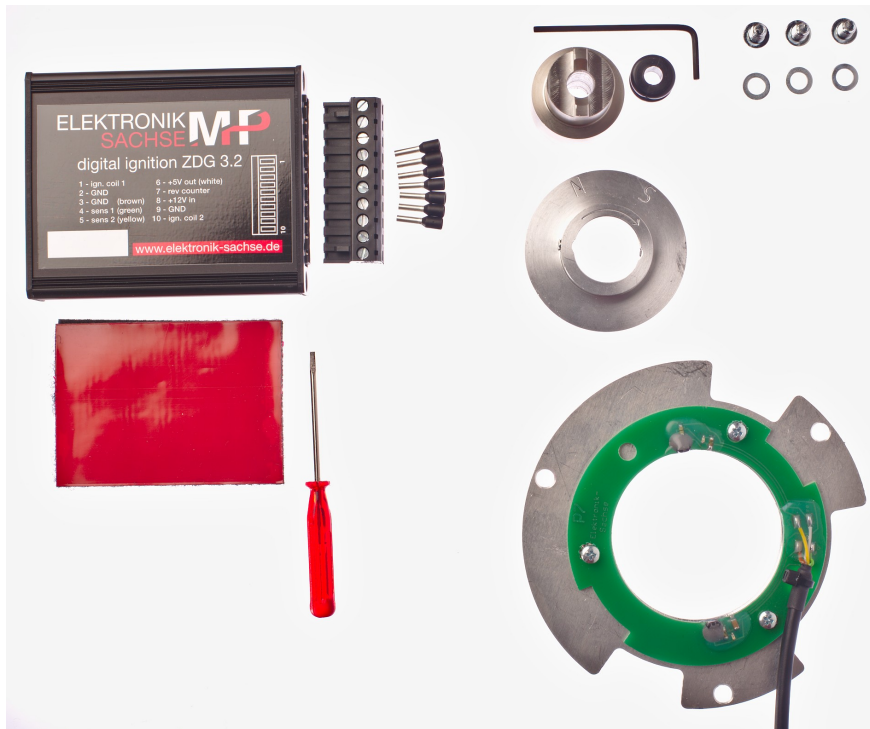

Abbildung 1 Lieferumfang
Abbildung 1 zeigt was im Paket mitgeliefert werden sollte. Zu beachten ist, daß die Abbildung eventuell nicht die aktuellste Version des Produktes zeigt. Beizeiten ändern wir die Produkte ab, so daß die Teile anders aussehen können, ein Teil fehlt oder eines hinzukommt. Falls es solche Abweichungen geben sollte oder etwaige andere Fragen, kontaktieren sie uns gerne.
- Den Magnetring in Pfeilrichtung so weit drehen, bis sich der S-Magnet kurz vor dem Sensor (siehe Bild 1) befindet.